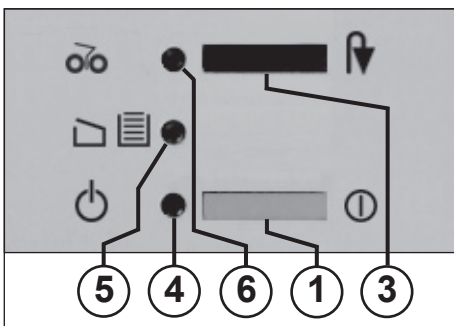

Fig. 1
#### 1 = Interruptor (Fig. 1)
#### 3 = Botão (Fig. 1)
#### 4 = Luz de controlo (Fig. 1)
Acende quando o interruptor „Pronto a funcionar“ (Fig. 1) estiver ligado.
#### 5 = Luz de controlo (Fig. 1)
#### 6 = Luz de controlo (Fig. 1)
- Ligar a máquina no interruptor (1) (Fig. 1). A luz de controlo (4) (Fig. 1) acende.
A máquina desliga-se quando o recipiente de recolha está cheio. A luz de controle „Recipiente cheio“ / „Porta aberta“ (5) (Fig. 1) **pisca**. A paragem do mecanismo de corte é indicada simultaneamente pela luz de controle “Bloqueio de papel” / “Stop” (6) acesa.
- Inserir o quadro corrediço com o saco de recolha, e fechar a porta. A indicação de controlo (5) (Fig. 1) apaga-se.
- Tocar brevemente no botão „Inversão“ / „Stop“ (3). O mecanismo de corte corta o material que ficou no compartimento de admissão e desliga-se em seguida. A luz de controle (6) apaga-se. O corte já pode prosseguir.
- A indicação de controlo (6) (Fig. 1) está acesa.
- Pressionar **continuamente** o botão “Inversão” / “Stop” (3) e retirar simultaneamente da máquina o documento inserido.
- Após a remoção, o mecanismo de corte avança automaticamente, corta o material que ficou no compartimento de admissão e desliga-se em seguida. A luz de controle (6) (Fig. 1) apaga-se.
**Indicação:** Se a remoção não for possível, é necessário voltar a tocar brevemente no botão “Inversão” / “Stop” (3). O mecanismo de corte repete agora automaticamente o processo descrito anteriormente, até o resto do papel ter saído do mecanismo de corte.
O motor pára se estiver sobrecarregado. Desligue a máquina no interruptor de pressão (1) (Fig. 1). Após um período de arrefecimento de cerca de 15 a 20 minutos (consoante a temperatura da sala) pode reinicializar a máquina.